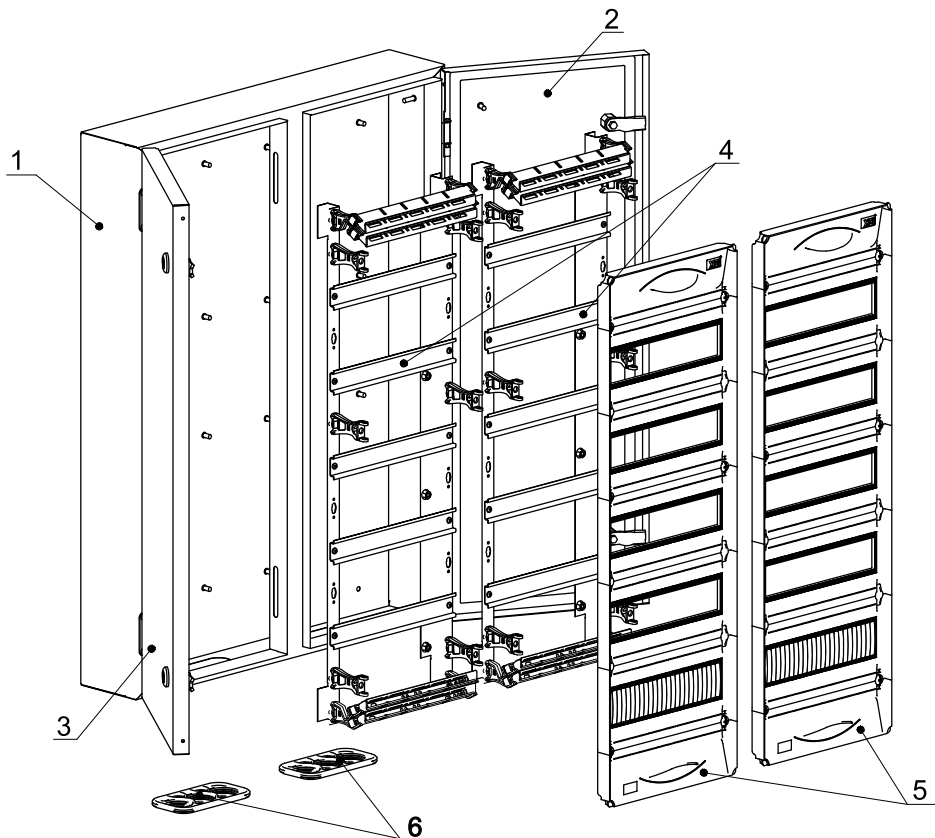

Рисунок 1 – Состав изделия
4.1 Металлокорпус конструктивно состоит из оболочки (1), открывающихся дверей (2, 3), рам монтажных (4), панелей оперативных (5) (рисунок 1).